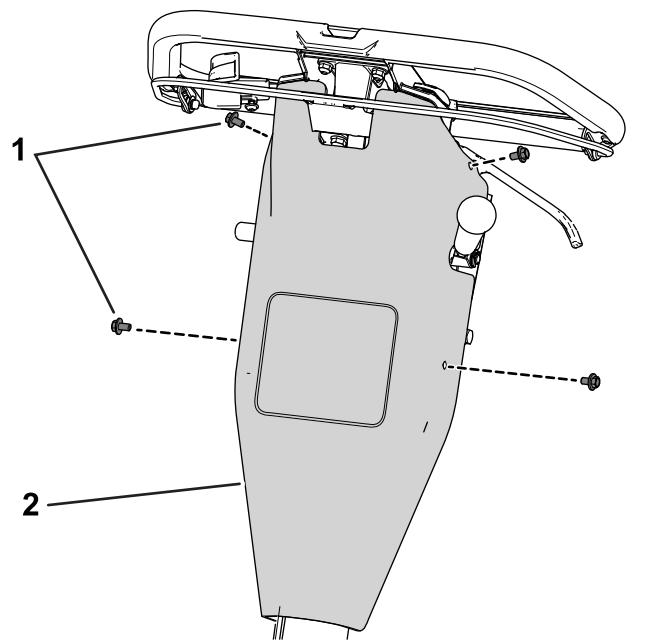

図 2
2. コントロールカバーを後パネルに固定しているねじを外してコントロールカバーを外す図 2。